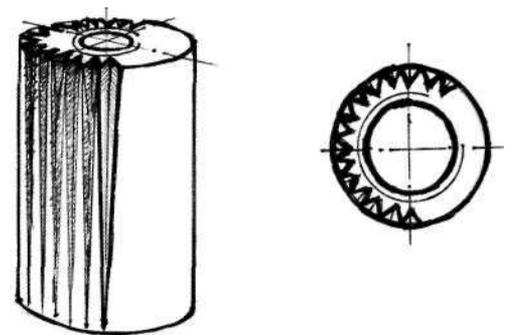

Рис. 5.23. Гайка для запрессовки в дерево
Так как места под стандартную гайку осталось мало, необходимо было придумать что-то новое. Гайка латунная с резьбой М 4, сделана из цилиндрической заготовки D 5,5 мм, L 10 мм (рис. 5.23). По всему внешнему диаметру отгравированы продольные канавки (по возможности максимально глубокие и широкие), практически сливающиеся своими вершинами, т.е. с малыми гребнями. Канавки между торцами гайки не сквозные, а сходят на нет перед тем торцом, который доступен взгляду. Вдавливаясь в дерево при посадке гайки по месту, они жестко фиксируют ее от проворота. Чтобы посадить эту деталь по месту, необходимо засверлить отверстие, совпадающее с направлением уже существующего, засверленного ранее разметочного отверстия D 5,0 мм, L 11 мм. На торцевой части гайки необходимо снять фаску (0,5-1 мм) для лучшего захода в дерево.
Для чего необходимо резиновое кольцо (3). Оно «выбирает» размер между затяжной гайкой (8) и *Ад* шайбой (5) и «подпружинивает» декоративную часть навершия (7), усиливая силу трения в этом резьбовом соединении, удерживая навершие в определенном положении. Кстати, резьбы в навершии, сделанном из дерева породы самшит, нет, она нарезана в металлической вставке (9), посаженной в него так, как рассказано в описании к ножу «Абанат» (рис. 5.23).
Рис. 5.32. Схема крепления наверхия охотничьего ножа «Стремительный»: 1,5 — гайки, запрессованные в дерево (см. рис. 5.23, работа над ножом «Абанат»); 2 — затяжная гайка; 3 — наверхие; 4 — хвостовик ножа. 6 — черен